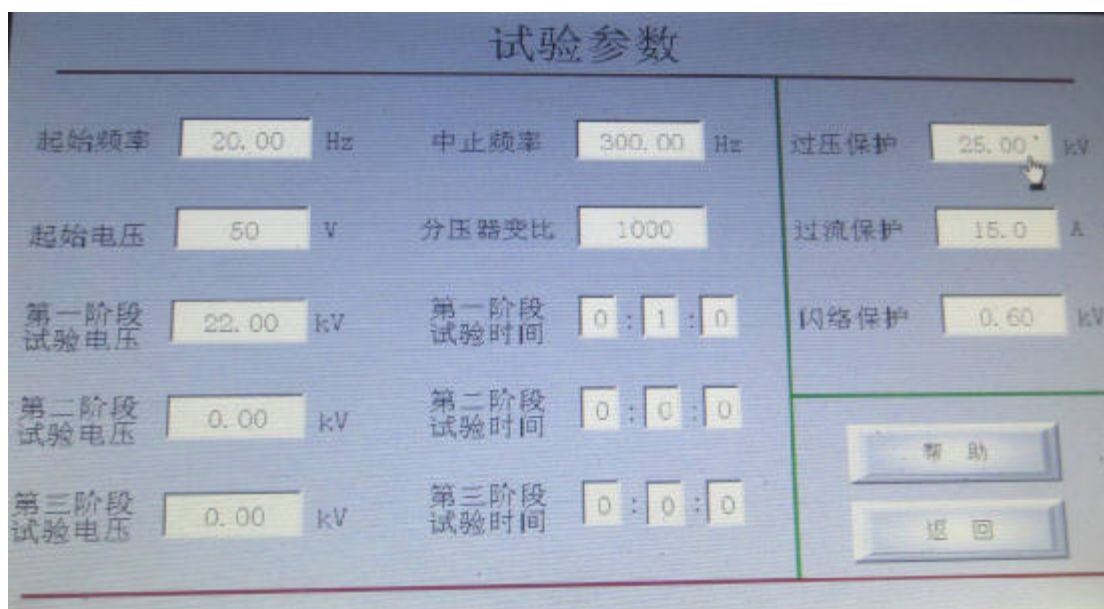

图 3
2、试验参数配置：在每次试验前必须正确设置当次试验的各种参数！点击“参数配置”后，显示界面如图 3 所示。